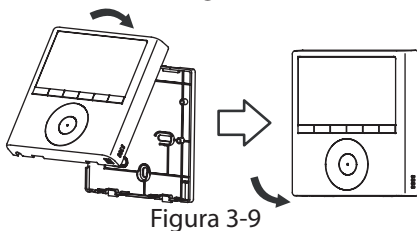

Figura 3-9
- Al ajustar y montar la caja superior, evite sujetar el cableado durante la instalación. (Figura 3-9)